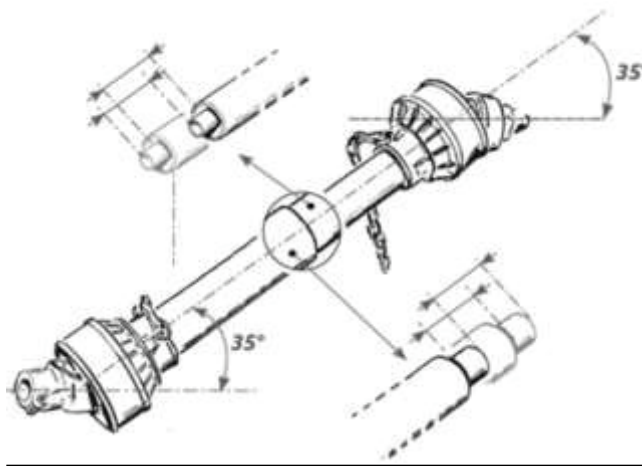

Figura 15- Un ejemplo de ángulo máximo en la línea de transmisión.
- Para mantener el eje de la toma de fuerza en buen estado de funcionamiento, asegúrese de que las posiciones de trabajo no excedan el ángulo de conducción máximo de 35 ° para transmisiones estándar y 80 ° para transmisiones de gran angular. (Figura 15).